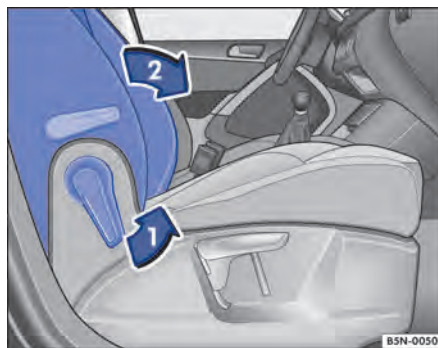

Fig. 94 Banco do passageiro dianteiro: dobrar encosto para frente.
- Destruar o encosto do banco do passageiro dianteiro no sentido da seta → Fig. 94 (1).
- Rebater o encosto do banco do passageiro dianteiro para frente, no sentido da seta, → Fig. 94 (2) para a posição horizontal.
- Para rebater de volta, destravar novamente o encosto do banco do passageiro dianteiro → Fig. 94 ①.